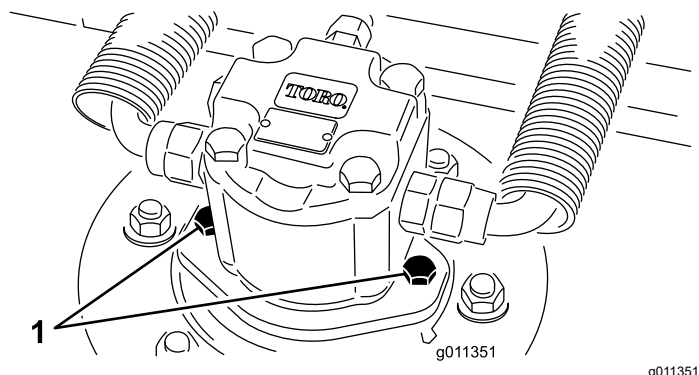

図 118
2. カッティングユニットから油圧モータを外す 図 118。異物がつからないように、スピンドル上部にはカバーを掛けておく。
3. カッティングユニットに油圧モータを取り付ける 図 118。Oリングを忘れずに、また、損傷させないように注意して取り付ける。